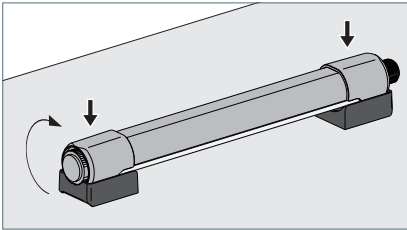

Fig. 11: Démontez le luminaire.
- Tournez le luminaire d'au moins 90° le long des supports de façon à ce que les ergots d'encliquetage des supports entrent dans les rainures des caches latéraux, voir Fig. 11.